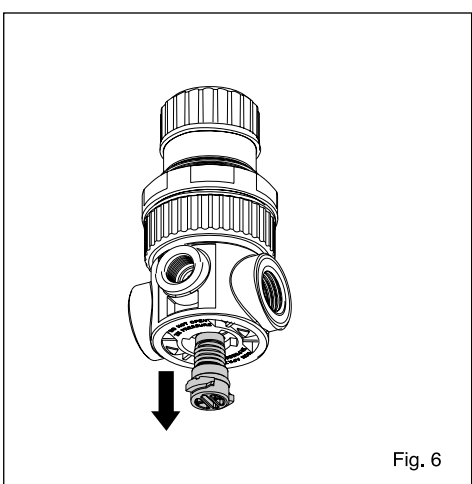

Fig. 6
- 3) Den Stopfen und die entsprechenden Komponenten für die Wartung entfernen (Abb. 6).
- 3) 为便于维护, 请去除塞子和相关部件 (图6)。
- 3) Снимите пробку и достаньте соответствующие компоненты для проведения технического обслуживания (рис.6);